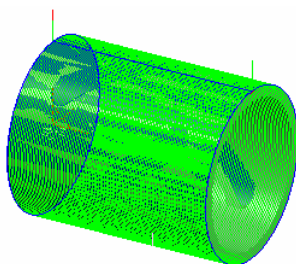

图 8-229 生成刀具轨迹
9) 选择后单击鼠标右键，确认后系统开始计算，生成图 8-229 所示轨迹。